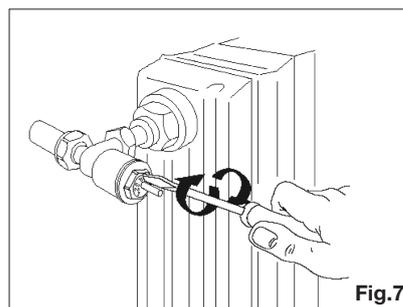

Fig.7
- 2) si fuera necesario, realice la pre-regulación de acuerdo con las indicaciones de diseño o seleccionando la posición mediante los correspondientes nomogramas (**Fig.7**);